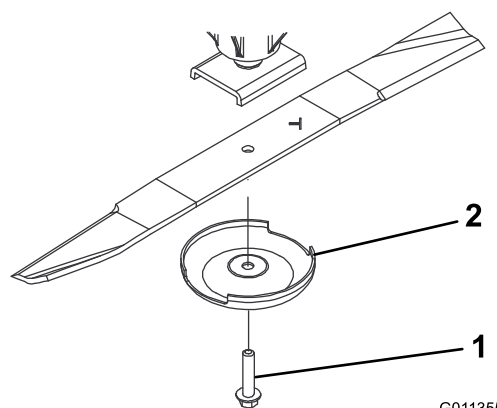

図 97
3. スピンドルのシャフトからブレードボルト、芝削り防止カップ、ブレードを取り外す 図 97。